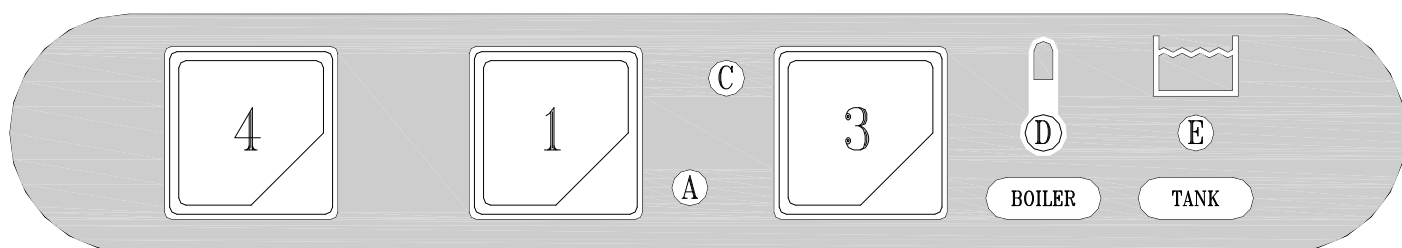

Fig. 3-2
- When the water intake cycle is complete, open the door (I) and add detergent (about 2 g. per litre of tank capacity). Position the full basket (L) and close the door (I). Select the appropriate washing cycle by pressing button (4) short cycle (button pressed) ÷ long cycle (button not pressed). Now press the START button (3) (at least for 2 seconds) and the wash cycle displayed by light (C) will start. When the cycle is over, this light goes out. To turn off the appliance, turn the switch (1) to (0). Light (A) indicates the appliance is off (Fig.3-2÷3-3).
- Nach erfolgter Füllung die Tür (I) öffnen und das Spülmittel einfüllen (ca. 2g/l Fassungsvermögen des Spülbehälters). Den gefüllten Geschirrkorb (L) einsetzen und die Tür (I) schließen. Das Programm durch Drücken des Druckknopfes (4) wählen kurzer Spülgang (Taste gedrückt) ÷ langer Spülgang (Taste losgelassen). Nun die START-Taste (3) mindestens 2 Sekunden lang drücken, und das Spülprogramm beginnt, die Kontrollampe (C) leuchtet auf und am Programmende erlischt die Kontrollampe. Um das Gerät auszuschalten, muß der Schalter (1) auf die Position (0) gestellt werden, die Kontrollampe (A) erlischt. (Bild.3-2÷3-4).